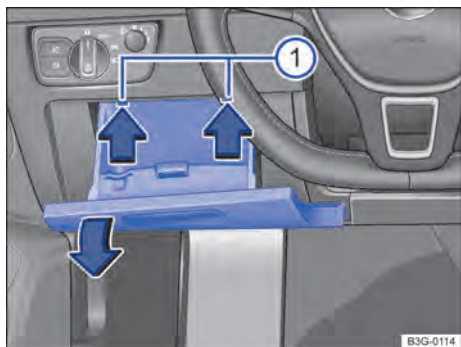

Fig. 238 Cobertura da caixa de fusíveis no painel de instrumentos: veículos com direção à esquerda, à esquerda ao lado do volante.
- Abrir o porta-objetos do lado do condutor → Fig. 238.
- Pressionar para cima o pino → Fig. 238 ① no sentido da seta e ao mesmo tempo abrir e retirar mais o porta-objetos até que a placa de fusíveis fique acessível.